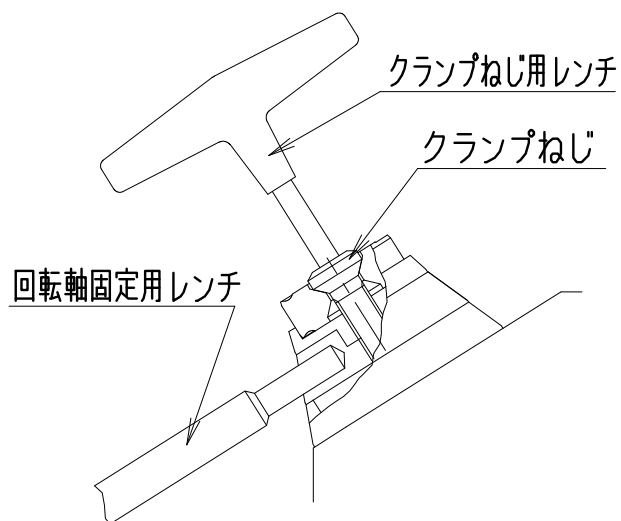

図2. チップクランプ方法
- (2) チップクランプねじの締め付けは、図2の要領で行って下さい。(締め付けトルクは下表参照)